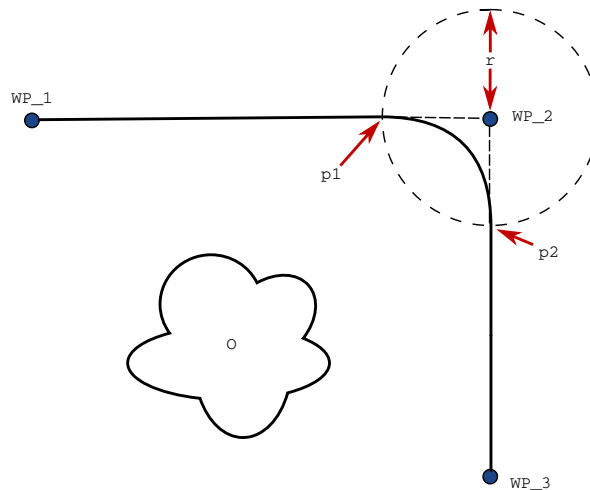

Abbildung 14.3: Blending über WP\_2 mit Radius  $r$ , ursprüngl. Blending-Position bei p1 und letzte Blending-Position bei p2.  $o$  ist ein Hindernis.
**Blending-Parameter** Neben den Wegpunkten beeinflussen mehrere Parameter den Bewegungsablauf im Blending-Bereich (siehe Abbildung 14.3):